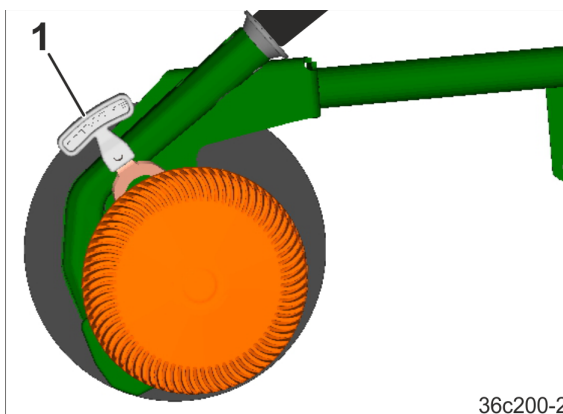

Fig. 179
2. Introduceți adaosul discului /rolei de ghidare în adâncime la orificiul necesar. Pârghia (Fig. 179/1) folosește la acționarea discului/rolei de ghidare în adâncime.